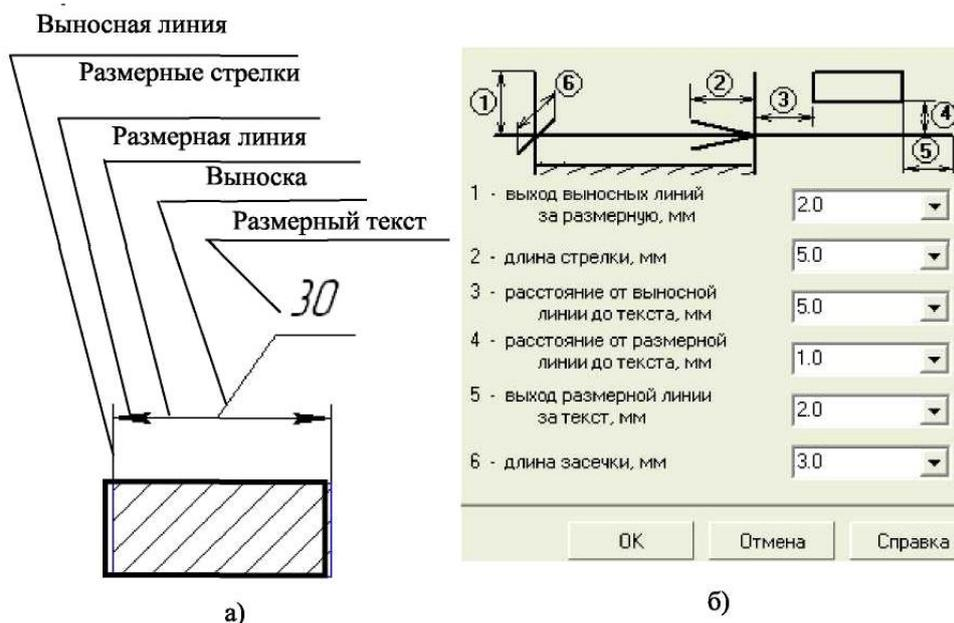

Рисунок 2.5. - Параметры отрисовки размеров
- размерная линия - линия со стрелками, выполненная параллельно соответствующему измерению (рис. 2.5 а);
- выноски - используются, если размерный текст размещается на полке (рис. 2.5а).
В правой части появится панель Параметры отрисовки размеров, показанная на рис. 2.5 (б).